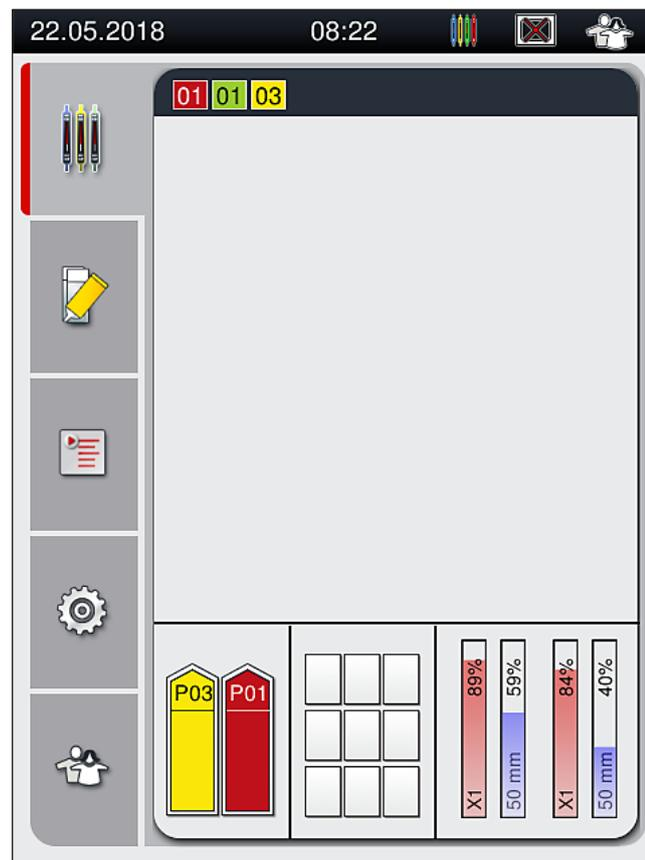

Abb. 73
7. Die erkannte Farbe des Biegels wird in der Prozess-Statusanzeige dargestellt (→ Abb. 73).